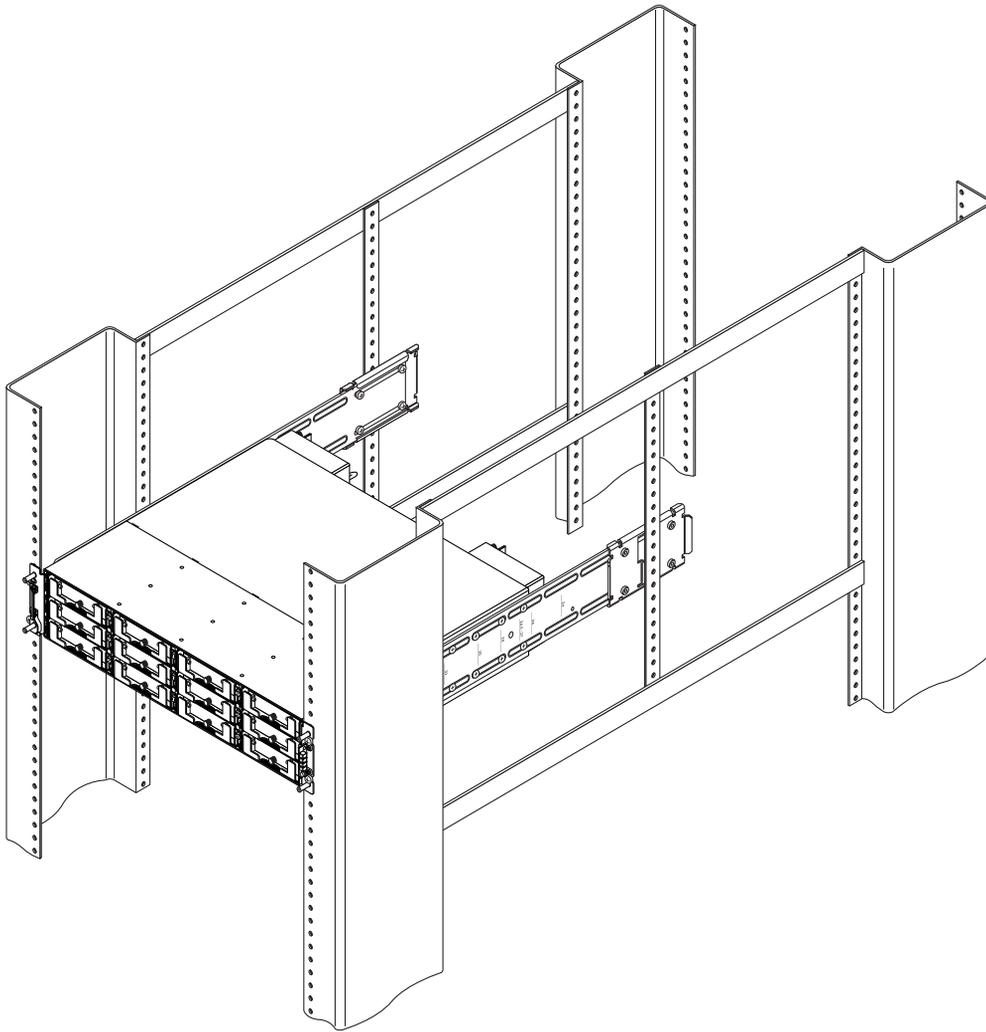

図 2-2 シャーシイヤーとベゼルを取り外してミドルブラケットを使用してラックマウントしたキャビネットアレイ (取り付け後)
- 奥行き 24.5 インチ (62.22 cm) でミドルおよびサイドブラケットを使用してキャビネットをマウントできます。図 2-2 は、ミドルおよびサイドブラケットを使用して Sun Fire キャビネットに Sun StorEdge 3000 Family 2U アレイを取り付けた状態を示しています。